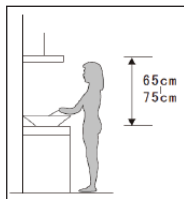

Abb. 1
1. Die Dunstabzugshaube sollte in einem Abstand von 65–75 cm über der Kochfläche angebracht werden, um die beste Wirkung zu erzielen (siehe Abb. 1).